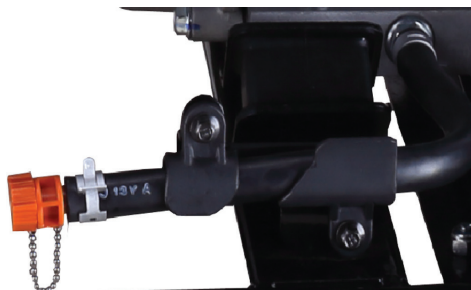

Рис. 16
3. Выкрутите сливной болт (Рис. 16)